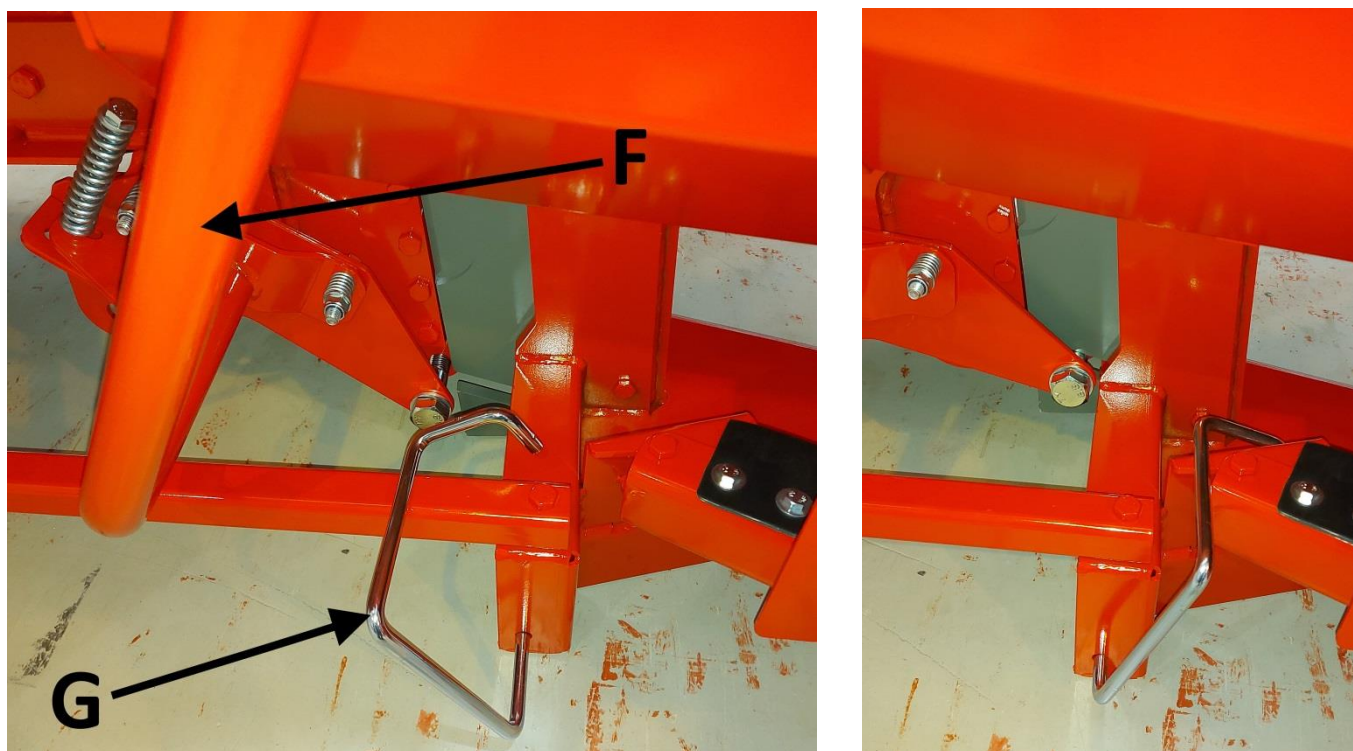

Рис. 16. На рисунке слева лезвие колуна в положении, когда оно может быть снято, справа – зафиксировано.
Подняв лезвие в верхнее положение и «очистив» его основание от дров, можно разом опустить лезвие в крайнее нижнее положение (рис. 16, справа). На время очистки или замены лезвия защиту станка следует открыть или отключить станок от источника питания, чтобы было невозможно включить функции раскалывания или пиления.
2. Опустите расклинивающее лезвие в нижнее положение рычагом F (Рис. 11), как показано на рис. 16 слева.